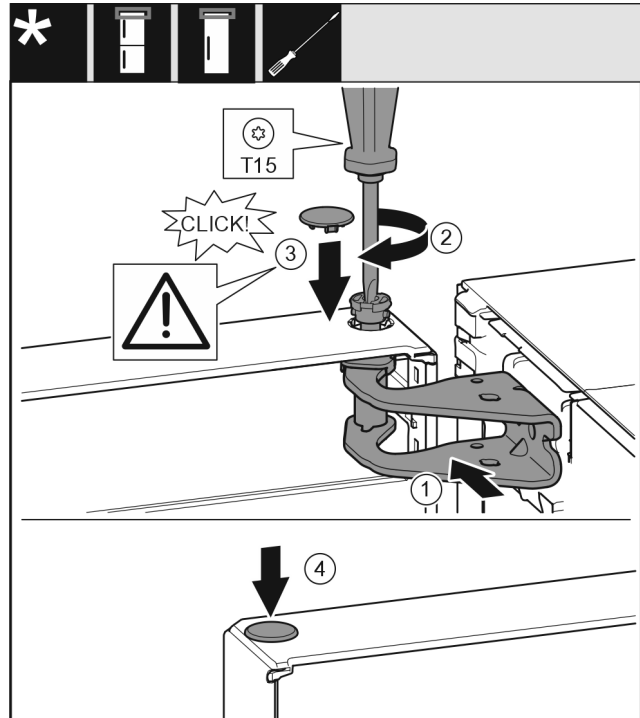

Fig. 22
- ▶ Deur boven naar de opening in het lagerbok Fig. 22 (1) uitlijnen.
- ▶ Bouten Fig. 22 (2) insteken en met een schroevendraaier vastschroeven.
- ▶ Afdekking Fig. 22 (3) plaatsen.
- ▶ Controleer of de afdekking Fig. 22 (3) tegen de deur ligt.
- ▶ Afdekking Fig. 22 (4) plaatsen.